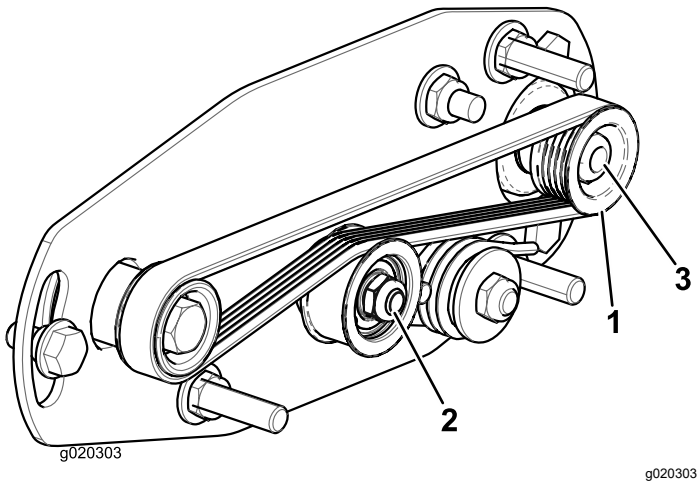
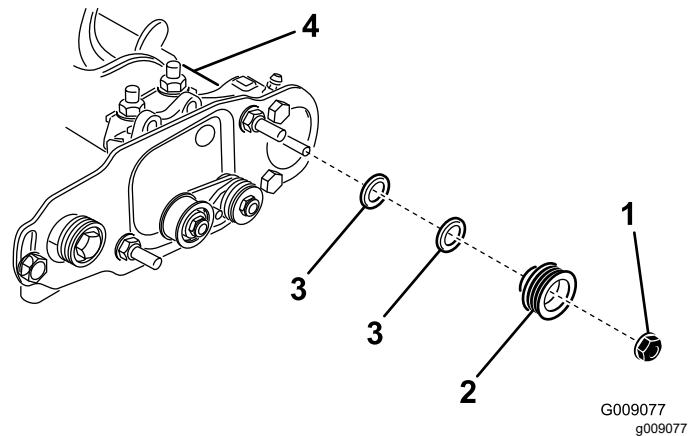

Figura 23
Figura 24
1. La polea arrastrada (en el eje del cepillo del rodillo) puede desplazarse hacia dentro y hacia fuera (Figura 23).
2. Mientras gira del molinete, que hará girar a su vez la polea motriz, haga palanca para retirar la correa de la polea motriz (Figura 23).
3. Retire la contratuerca que sujeta la polea arrastrada al eje del cepillo (Figura 23 o Figura 24).
4. Retire la polea arrastrada del eje (Figura 24).
5. Si es necesario desplazar la polea hacia fuera, añada una arandela de 0,8 mm de grosor (Figura 24).